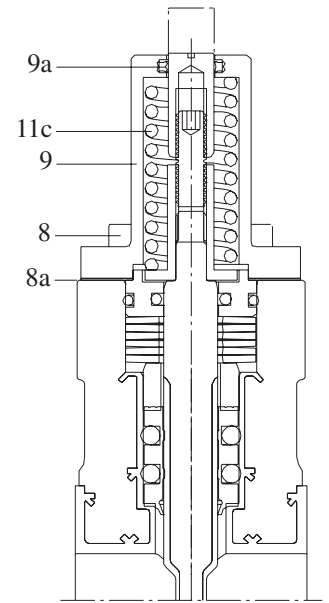

図 14
9. バヨネットアダプタモデルのみ:Xリングシール[9a]を取り外して交換します(図14を参照)。